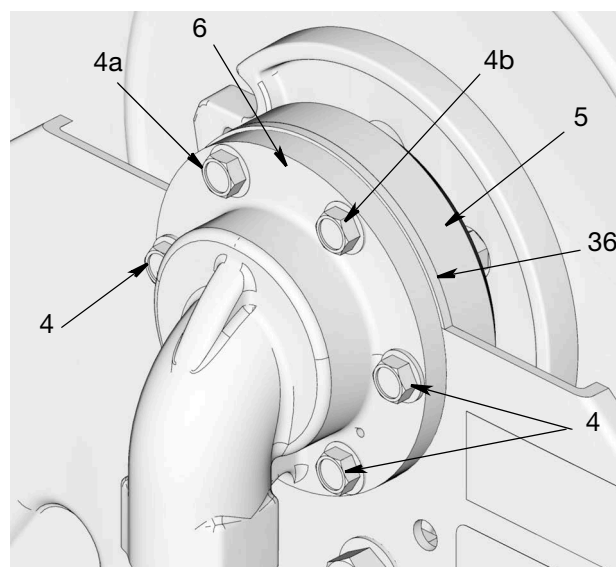

FIG. 24
9. Installer d'abord les 2 boulons de dessus (4a et 4b) dans le châssis et l'entrée (6) comme montré sur la FIG. 24. Serrer suffisamment les boulons pour maintenir l'ensemble en place.
10. Placer ensuite les boulons restants (4). D'abord serrer tous les boulons à la main, à un couple de 25 à 35 pi. lbs (33,9 à 47,45 N•m).